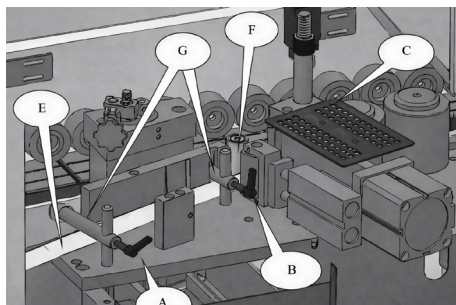

Figura 4
- 2. Coloque a Fita de borda, veja figura 4